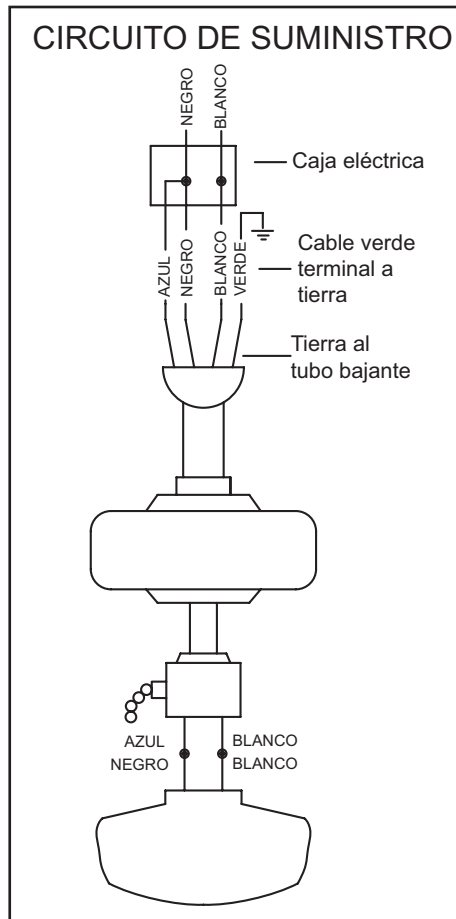

Figura 12
1. Conecta el conductor a tierra del cable de 120 voltios (puede ser un cable desnudo o un cable con aislante verde) al (los) cable(s) terminal(es) a tierra verde(s) del ventilador (Figura 12). Cuando uses el montaje de techo estándar, existen dos cables terminales a tierra verdes; uno desde la placa de montaje de techo y otro desde el ensamblado del tubo bajante y la bola. Cuando uses el montaje cerca del techo, existe solamente un cable terminal a tierra verde desde la placa de montaje ya que no se usa el ensamblado de tubo bajante y bola.
2. Conecta el cable blanco del motor del ventilador al cable blanco de suministro (neutro) usando una tuerca de cable (Figura 12).
3. Conecta el cable negro del motor del ventilador al cable negro de suministro de energía (positivo) usando una tuerca de cable (Figura 12).